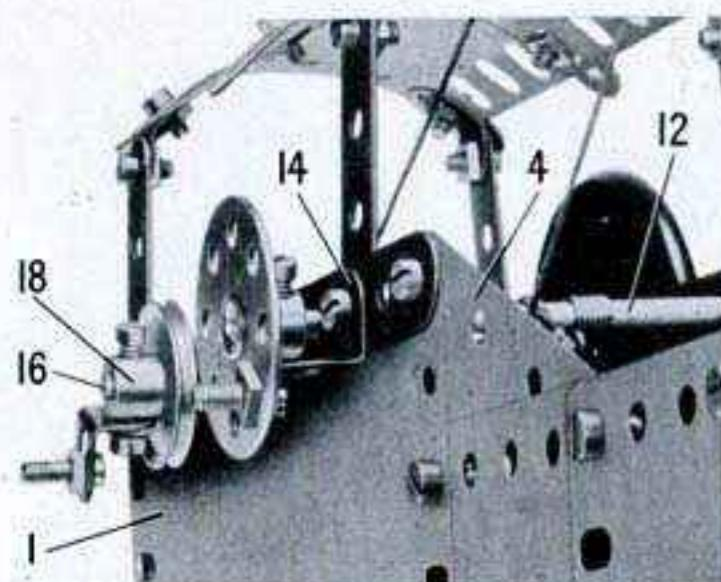

Fig. 4.19a
La corde de levage est attachée sur une tringle (16), passe autour de la tringle (13) et d'une tringle de 25 mm. (17) et elle porte un petit crochet lesté. On peut commander la tringle (15) grâce à une équerre fixée sur une poulie de 25 mm. (18) (fig. 4.19a). Deux rondelles métalliques sont glissées sur le corps d'un boulon qui passe ensuite dans l'équerre, et est bloqué dans le moyeu de la poulie. Un boulon de 9,5 mm. est tenu par un écrou sur l'équerre.